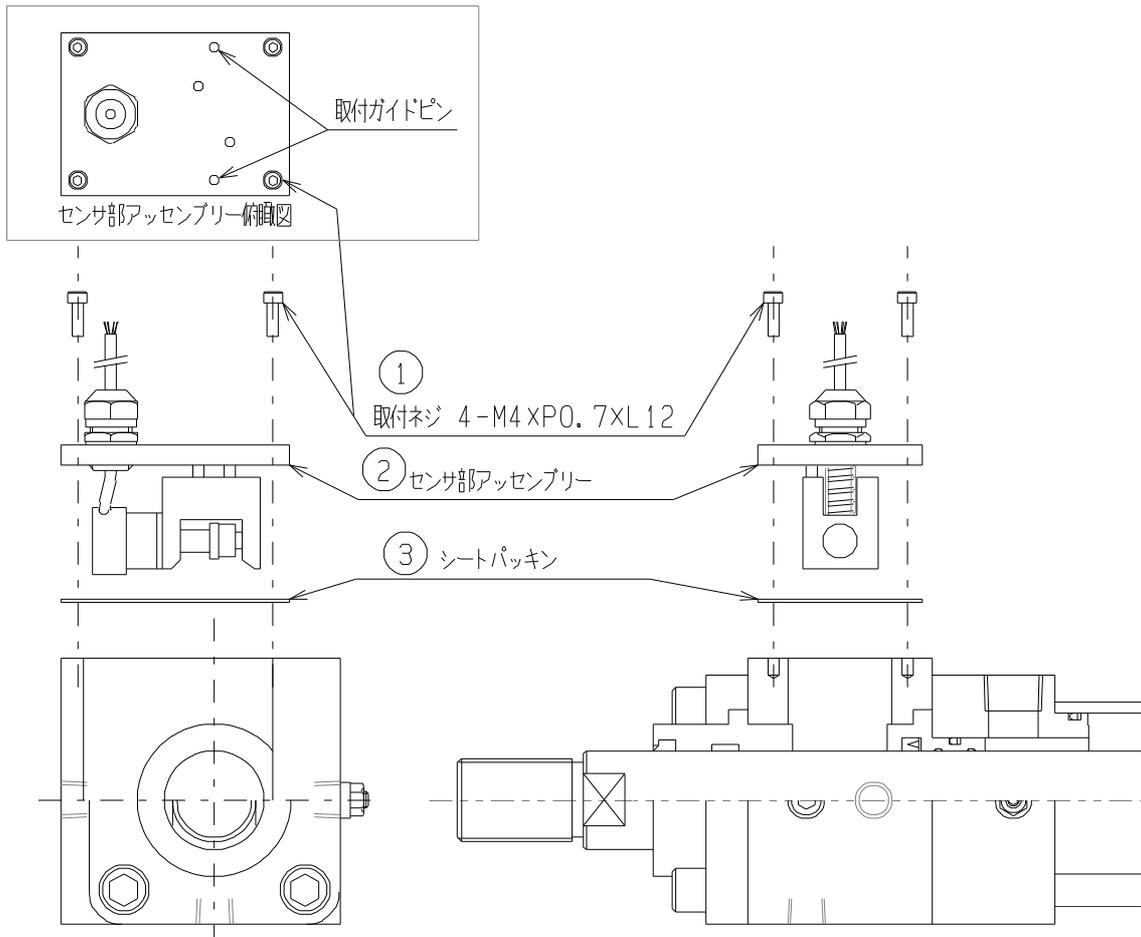

図1. センサ部アセンブリー取り外し説明図
- 次頁図 1、「①取付ネジ」を取り外す。
- 「②センサ部アッセンブリー」を取り外す。
- 「③シートパッキン」を取り外す。